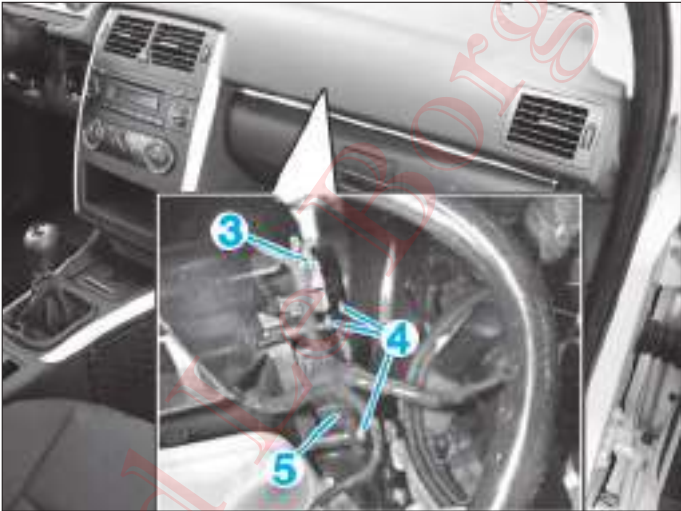

FIG. 36
- Débrancher le connecteur (3) (Fig.36).
- Déposer les vis (4).
- Retirer le motoréducteur des volets de plancher (5).